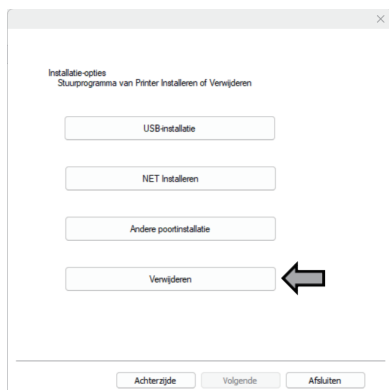

Fig.21
② Open de interface 'Installeren en Verwijderen', klik op de knop 'Verwijderen' en wacht tot het stuurprogramma is verwijderd (zie Afbeelding 21 en 22).